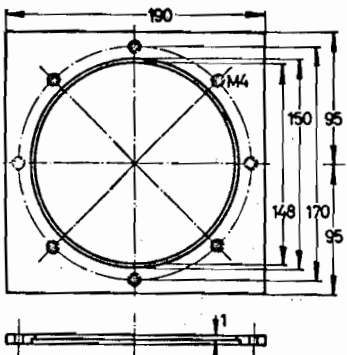

Fig. VI-9b
Le conducteur extérieur qui est le boîtier de la cavité est constitué par un tube (2) de laiton de 150 mm de diamètre et 338 mm de long en 1 mm d'épaisseur, convenablement dressé, soudé à l'étain sur la platine de la figure VI-9b, destiné à être boulonné sur celle de la partie (1) déjà vue. L'autre extrémité du tube est soudée à la plaque de fermeture de la